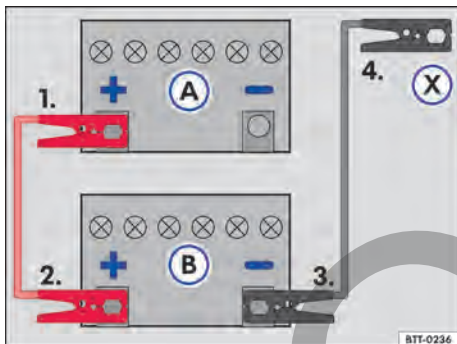

Fig. 170 Esquema para la conexión de los cables auxiliares de arranque: batería del vehículo descargada (A) y batería del vehículo que provee la corriente (B).
Leyenda para → fig. 170:
Conectar el cable de arranque auxiliar solo en la secuencia 1 - 2 - 3 - 4 → fig. 170.
- Conectar una extremidad del cable de arranque de arranque rojo al polo positivo (+) del vehículo con la batería del vehículo descargada → fig. 170 (A) → ⚠.
- Conectar el otro extremo del cable de arranque auxiliar rojo al polo positivo (+) del vehículo que suministra corriente (B).
- Conectar un extremo del cable de arranque auxiliar negro (X) al vehículo con la batería del vehículo descargada en una pieza maciza de metal atornillada firmemente al bloque del motor o en el mismo bloque del motor - aunque no cerca de la batería (A) → ⚠.